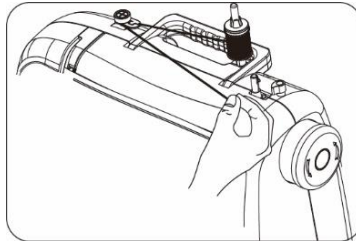
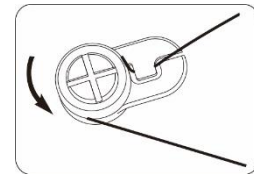

Abb. 28
Abb. 29
2. Führen Sie den Faden durch die Aufspuler-Spannungsscheibe auf der Maschine. (Abb. 28 & Abb. 29)